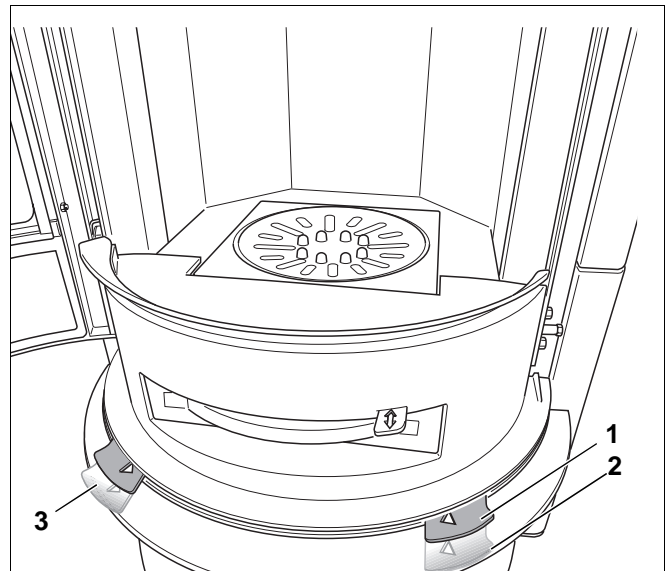

Abb. 20 Primär- und Sekundärluftschieber
Mittels des Primärluftschiebers (Abb. 20, **Pos. 1**) können Sie die Verbrennungsluft (Primärluft) von unten über den Aschekasten und den Rost zum Brennstoff regulieren.
Mittels des Sekundärluftschiebers (Abb. 20, **Pos. 3**) regulieren Sie die Sekundärluftzufuhr, was besonders wichtig zum Spülen der Sichtfensterscheibe ist und zu einer optimalen Verbrennung führt.
- Öffnen Sie die Primärluftzufuhr ganz (Primärluftzufuhr „Auf“) (Abb. 20, **Pos. 2**).